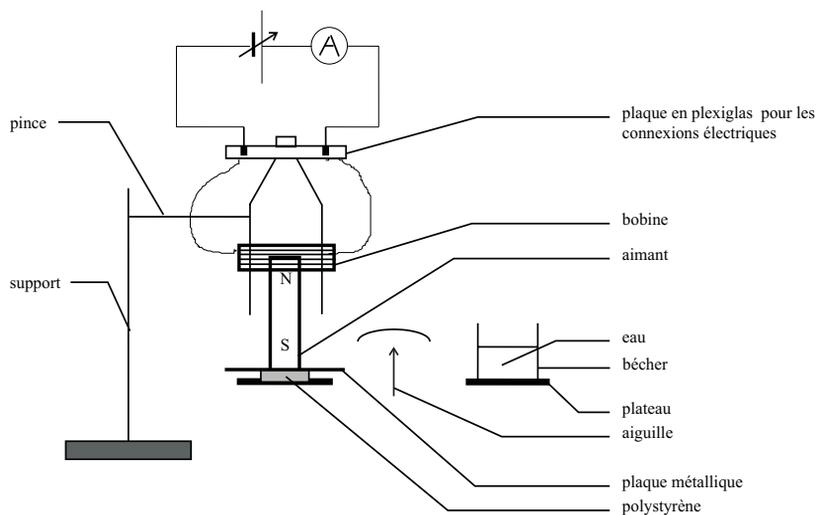

Figure 1
- 1 - Sur un plateau de la balance placer successivement le bloc de polystyrène, la plaque métallique et l'aimant comme indiqué sur la figure 1.
- 3 - Fixer la bobine sur le support à l'aide de la pince et disposer la bobine comme sur la figure 1.